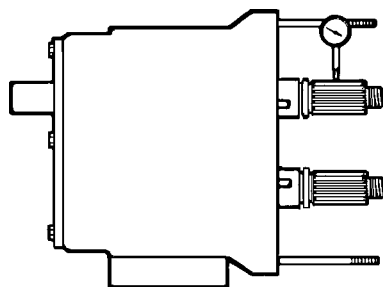

Abbildung 29 – Lager prüfen
- Kontrolle der Lager mit einer Messuhr auf Radialspiel der Welle (Abbildung (Abbildung 29)). Ist der Ausschlag gleich oder größer dem diametralen Spiel zwischen Rotor und Pumpengehäuse („Prüfung des korrekten Spiels“ auf Seite 47), tauschen Sie die Lager aus.